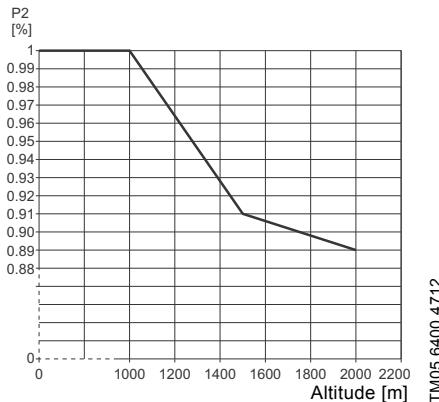

Fig. 3 Redução da potência do motor (P2) em relação à altitude acima do nível do mar
- Os motores instalados a mais de 1000 metros acima do nível do mar não devem ser submetidos à carga máxima devido à baixa densidade e consequente redução do efeito de arrefecimento do ar. Consulte a fig. 3.